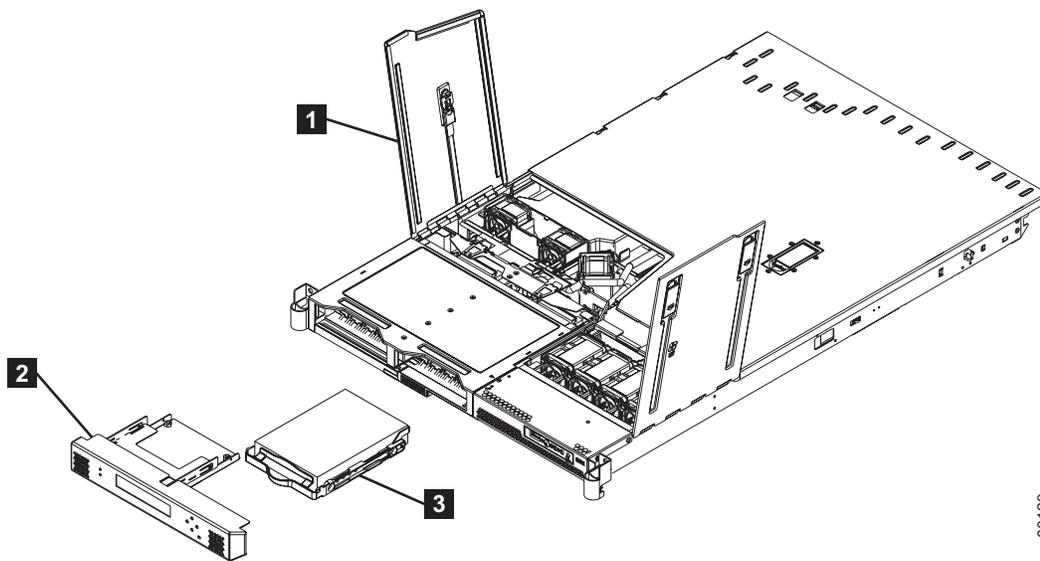

図 98. SATA ディスク・ドライブの取り外し
5. ファン・ドア A (128 ページの図 98 の **1**) を開きます。